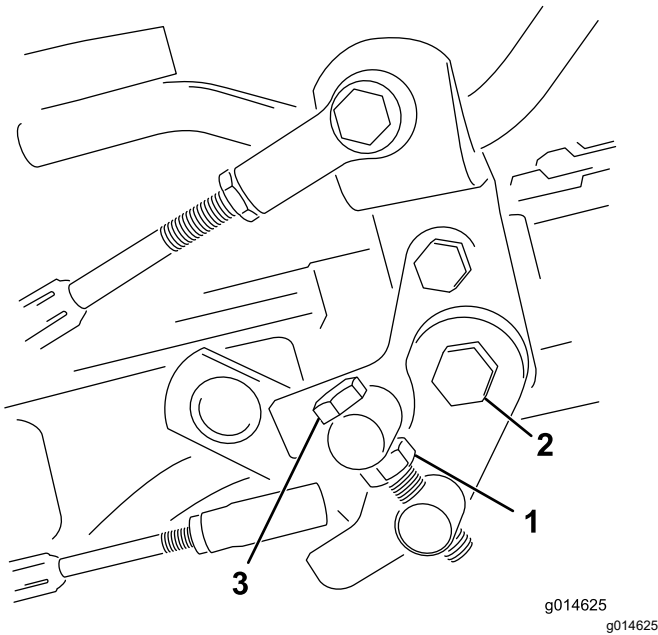

Figure 42
1. Afloje la contratuerca del tornillo de caperuza del muñón (Figure 42).
4. Apriete la contratuerca del perno del muñón y la tuerca de la articulación del pedal para bloquear el ajuste (Figure 42). Compruebe el funcionamiento, y vuelva a ajustar si es necesario.